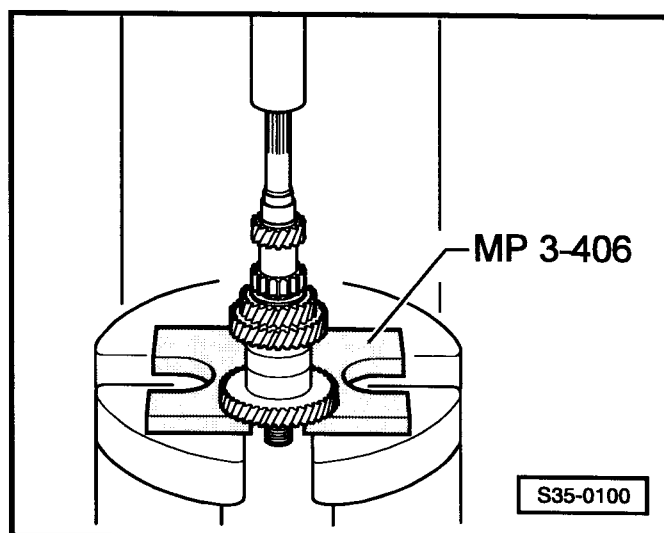

Рис. 7: Выпрессовывание роликоподшипника из картера сцепления ►
- выпрессовывание ⇒ рис. 7 в **35-1** страница 4